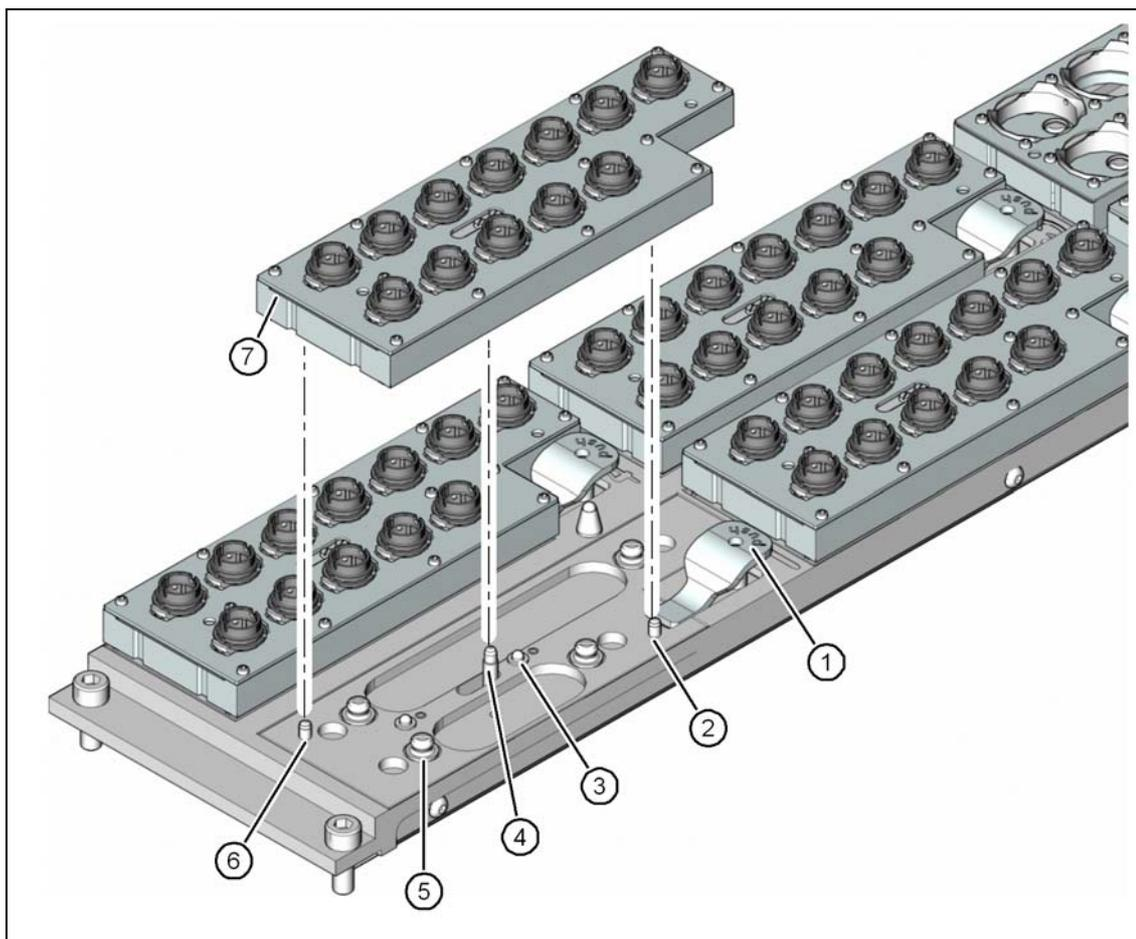

图 6.1 - 11 更换吸嘴盘
- 按下控制杆（第 300 页图 6.1 - 11 中的 1），从按扣滚珠（第 300 页图 6.1 - 11 中的 5）中释放吸嘴盘。将吸嘴盘从支架提出。
吸嘴盘（图 6.1 - 11 中的 1）上任何突出的控制杆都会引起贴片头碰撞。因而，应确认控制杆没有超出吸嘴盘。